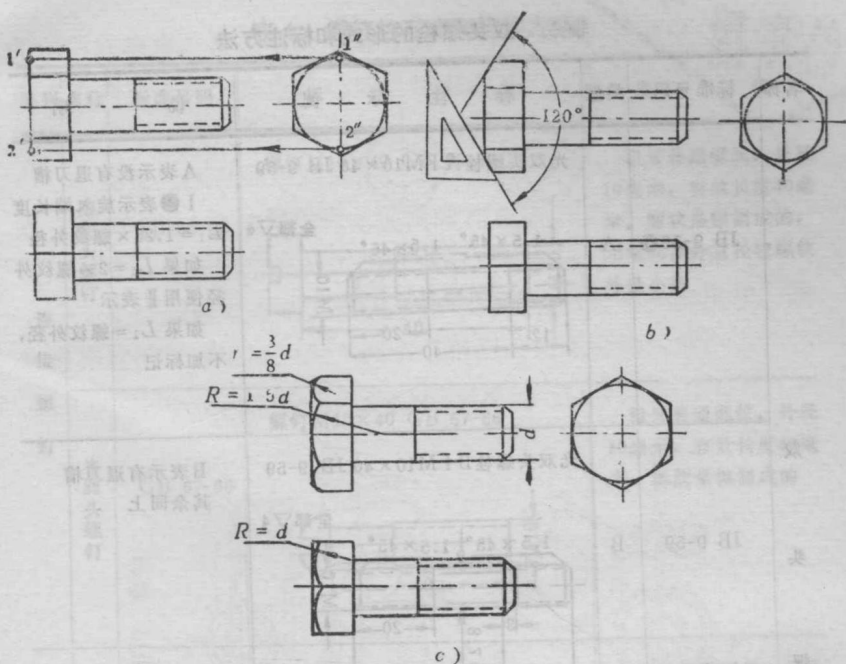

图12 螺栓头部近似画法
(1) 画出六棱柱和倒角顶圆的侧面投影(六边形的内切圆)。得 $1''$ 、 $2''$ 点，由 $1''$ 、 $2''$ 作出 $1'$ 、 $2'$ 点(图 12 a)。
(2) 过 $1'$ 、 $2'$ 两点作出 120° 倒角(图 12 b)。
(3) 分别以 $1.5d$ (d = 螺纹外径)、 d 和 r (通常取 $r = \frac{3}{8}d$) 为半径作圆弧，即得头部曲线的近似投影(图 12 c)。